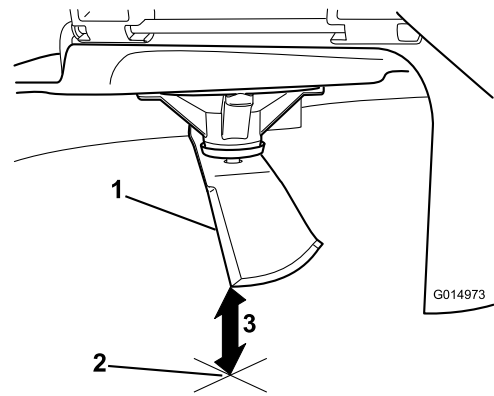

Figura 111
3. Mida desde la punta de la cuchilla hasta la superficie plana (Figura 111).